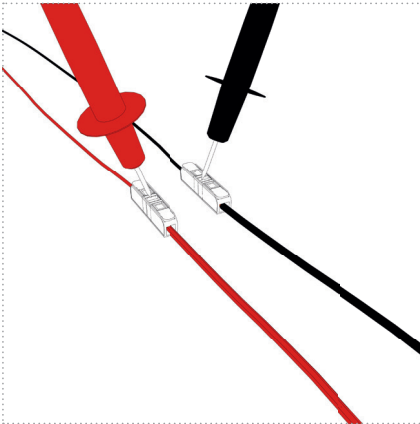

Abbildung: 22
5. Stecken/drehen Sie die Sicherung des Stromkreises der UV-Einheit wieder ein und überprüfen sie auf die korrekte Netzspannung an den Prüfföffnungen der Verbindungsklemmen (Abbildung 22).